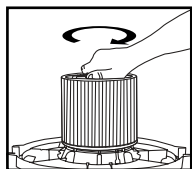

FIGURA 19
24. Sostenga la tapa del depósito con una mano, gire la manija del retenedor del filtro en el sentido de las agujas del reloj para ajustarlo, asegurando el filtro en su lugar. **FIGURA 19.**